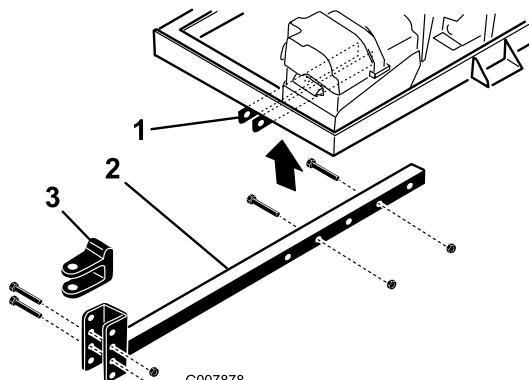

图4
- 将挂钩管插入机架支架（图4）。使用 2 个螺栓 (9.5 x 76.2mm) 和凸缘螺母 (9.5mm) 将挂钩管固定到机架上。
- 卸下将挂钩 U 形销（图4）固定到挂钩管上的螺栓和锁紧螺母。
- 卸下将挂钩管固定到机架支架的螺栓和螺母（图4）。